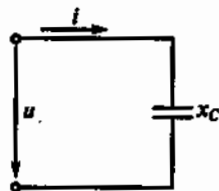

Рис. 67
3.4. Напряжение на зажимах цепи с емкостным сопротивлением x_C (рис. 67) изменяется по закону $u = 220 \sin(314t + \pi/4)$. Каков закон изменения тока в цепи, если $x_C = 50 \text{ Ом}$?